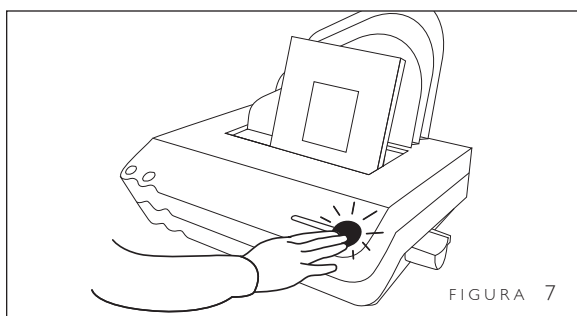

FIGURA 7
4. Ahora, presione el botón verde BIND (ENCUADERNAR). Las prensas de hojas se cierran y la pantalla indica el ancho correcto de la lomera para su álbum (Figura 7).